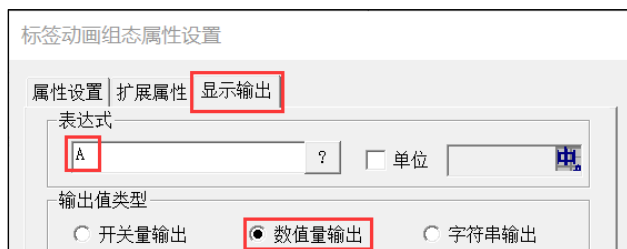

图 11.2-10 标签构件显示输出设置
- ⑧ 然后建立两个标签构件，分别将它们的显示输出关联变量【A】和【B】，输出值类型都选择为【数值量输出】。关联变量【A】的标签属性如图 11.2-10 所示。